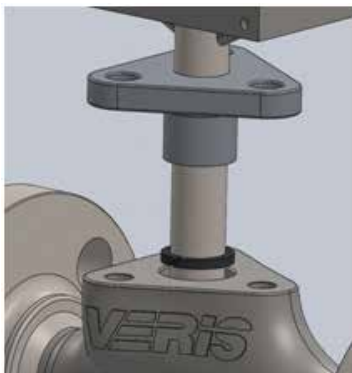

Figure 6. Installation de la première bague d'étanchéité
- Placez l'une des bagues d'étanchéité comme indiqué dans la figure 6. Afin d'avoir le champ et les deux mains libres pour installer les bagues d'étanchéité, vous pouvez remonter le fouloir en forme de triangle vers la sonde et le fixer temporairement avec un morceau de rouleau adhésif ou du câble à distance du corps.